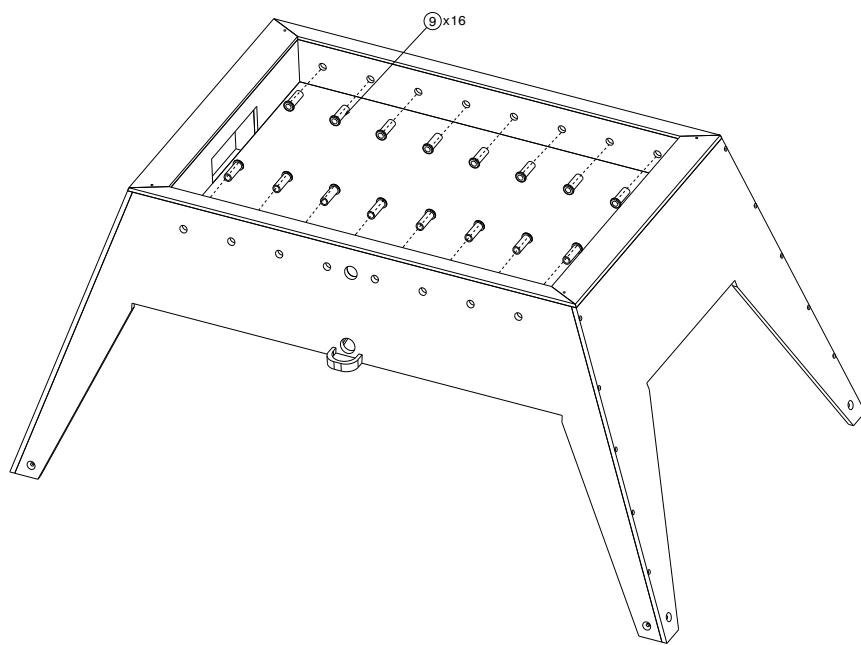
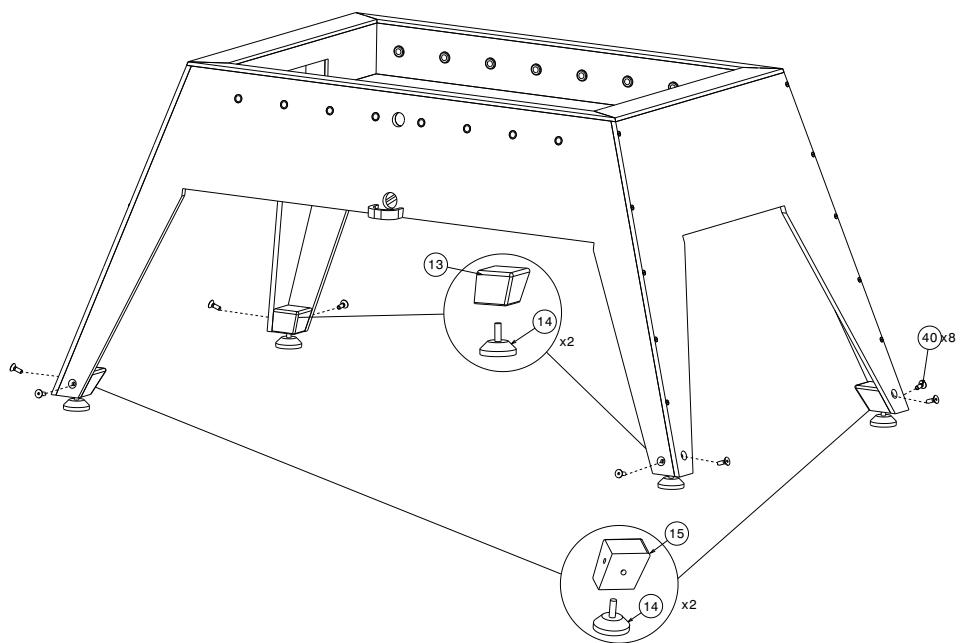

Figura 4 – Passo 4
Figura 5 – Passo 5
plamento futuro das hastas dos jogadores, figura 4. Após isso, podem ser colocados os 4 pés de nivelamento, peça já montada pelos itens (13,14 e 15), figura 5. É importante ressaltar que os pés de nivelamento são diferentes para ambos os lados da mesa, logo os pés direitos não podem ser encaixados no lado esquerdo e vice-versa. Os 4 pés utilizam 2 parafusos Allen M10X30 (40) cada, totalizando 8 parafusos no total.